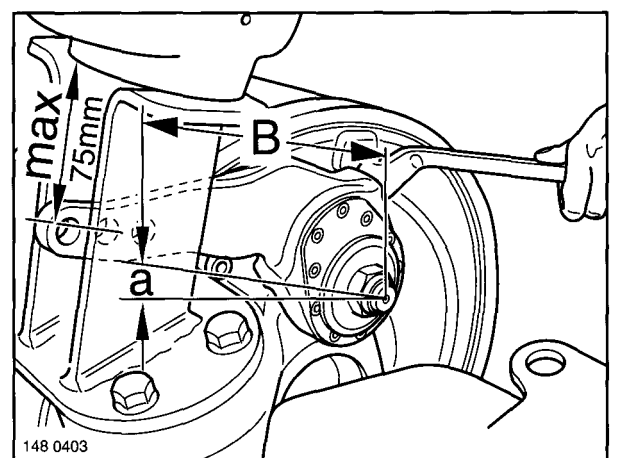

Fig. 3
- (1) Smear the teeth of the brake camshaft with BPW special longlife grease **ECO-Li 91**.
- (2) Slide the slack adjuster onto the brake camshaft. Fit the washer with the dished side facing the slack adjuster and a new lock nut tightened to the specified torque of 60-70 Nm.
- (3) Align the slack adjuster with the brake cylinder fork head using the adjusting hexagon. Observe distance to brake cylinder (Fig. 3). Fit and secure the pin. Insert the tension spring with lever lengths of 150-195 mm.
- (4) Actuate the slack adjuster by hand in the direction of pressure (Fig. 9). Adjust slack "a" to 10-12% of the connected brake lever length "B", e.g. lever length 150 mm = 15-18 mm of slack (Fig. 3).
- (1) Enduire les dents de l'arbre à came de frein de graisse spéciale BPW longue durée **ECO-Li 91**.
- (2) Emmancher le levier de frein sur l'arbre à came. Replacer la rondelle avec le chanfrein tourné vers le levier de frein et visser un écrou de sûreté neuf, en serrant à 60-70 Nm.
- (3) Positionner le 6 pans de réglage du levier de frein par rapport à la chape du cylindre de frein. Observer la distance jusqu'au cylindre de freinage (figure 3). Placer le boulon et l'assurer. Accrocher le ressort de rappel pour une longueur de levier de 150-195 mm.
- (4) Actionner le levier à la main, dans le sens de la pression et régler la course à vide "a" à 10-12% de la longueur du bras de levier de frein "B", par exemple si le bras de levier fait 150 mm = course à vide 15-18 mm (figure 3).
- (1) Verzahnung der Bremsnockenwelle mit BPW-Spezial-Langzeitfett **ECO-Li 91** einstreichen.
- (2) Gestängesteller auf die Bremsnockenwelle schieben. Scheibe mit der Ansenkung zum Gestängesteller weisend und neue Sicherungsmutter mit dem vorgeschriebenen Drehmoment von 60-70 Nm montieren.
- (3) Gestängesteller am Einstellsechskant zum Bremszylindergabelkopf ausrichten. Abstandmaß zum Bremszylinder beachten (Fig. 3). Bolzen einsetzen und sichern. Zugfeder bei Hebellänge 150-195 mm einhängen.
- (4) Gestängesteller von Hand in Druckrichtung betätigen und Leerhub "a" auf 10-12% der angeschlossenen Bremshebellänge "B" einstellen, z.B. Bremshebellänge 150 mm = Leerhub 15-18 mm (Fig. 3).